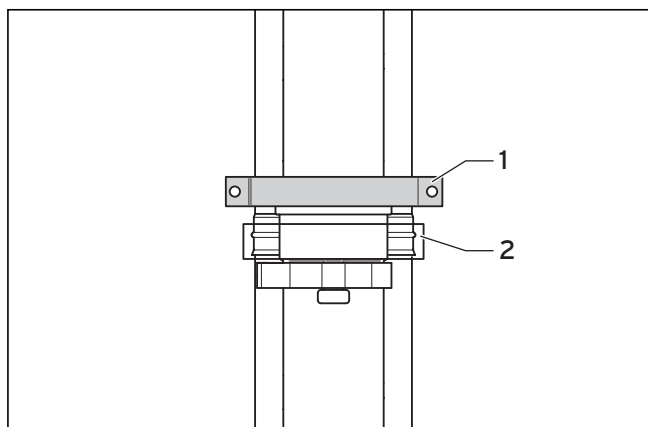

Fig. 4.54 Rallonge pouvant être raccourcie avec fixation murale extérieure
- Montez juste au-dessus de la rallonge pouvant être raccourcie une fixation murale supplémentaire (1) comme sur la fig. 4.54.